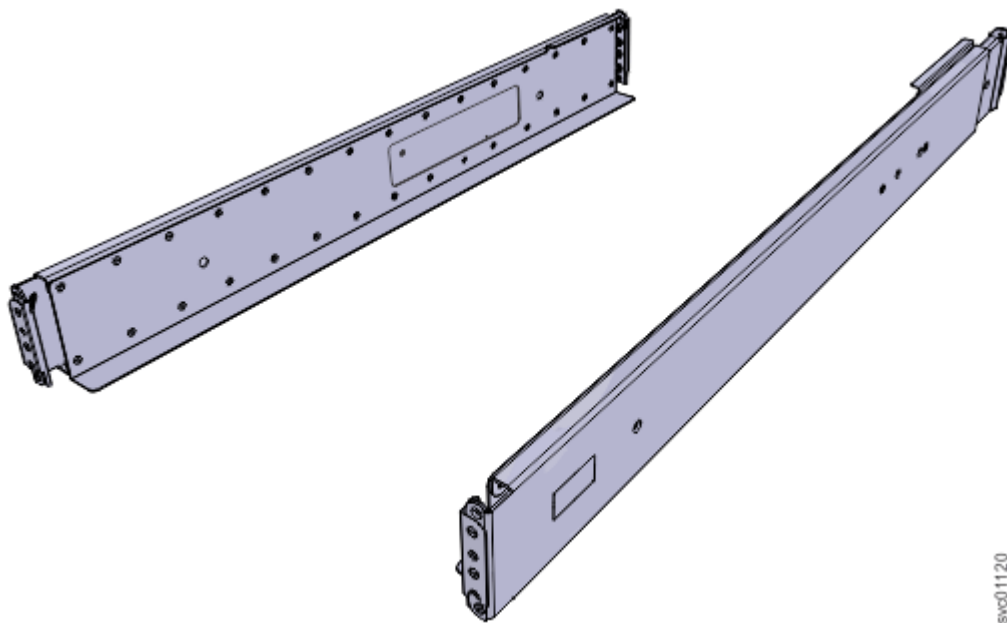

Figure 1. Glissières de support du boîtier de commande
1. Localisez les glissières du boîtier de commande (Figure 1, à la page 14).